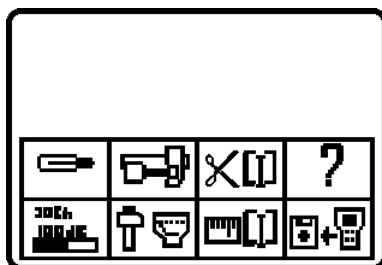

Рисунок 4.6
4.3.6. Для ускоренной процедуры включения прибора, нажмите и удерживайте кнопку «MENU/ENTER», установите переключатель «On/Off» на правой боковой панели измерителя в положение ON. Прибор включится в режиме главного меню (рисунок 4.6). После этого отпустите кнопку. Если измеритель работал с другим сменным модулем, то следует первый раз после смены модуля производить обычное (не ускоренное) включение в соответствии с п.п. 4.3.2-4.3.4.